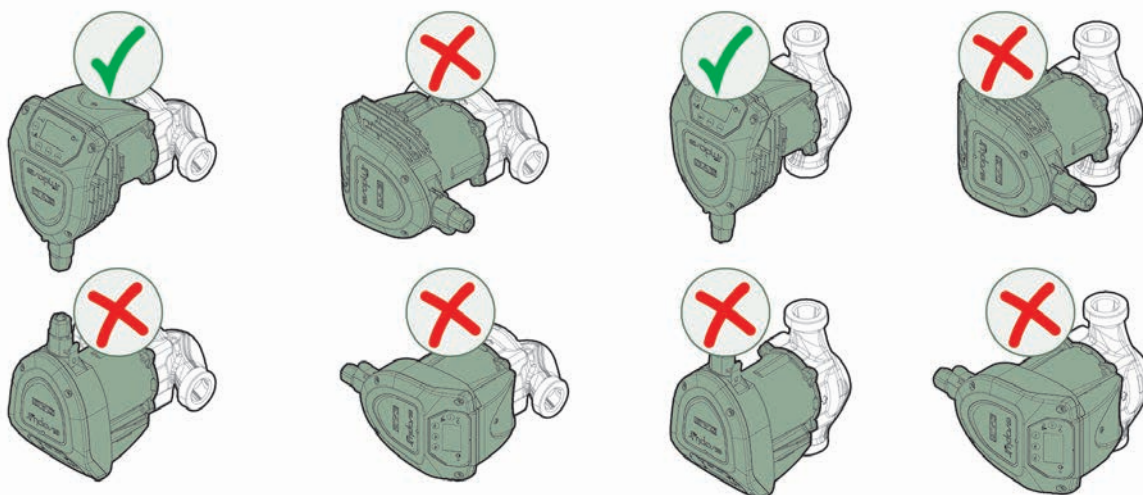

Figura 5
É possível rodar a interface do utilizador para posições diferentes da standard, consultar a Figura 5
- se a temperatura ambiente for superior à temperatura do líquido, pode formar-se condensação. Esta condensação deve e pode ser descarregada através de, pelo menos, um dos três orifícios de descarga colocados no corpo do motor, ver a Figura 5